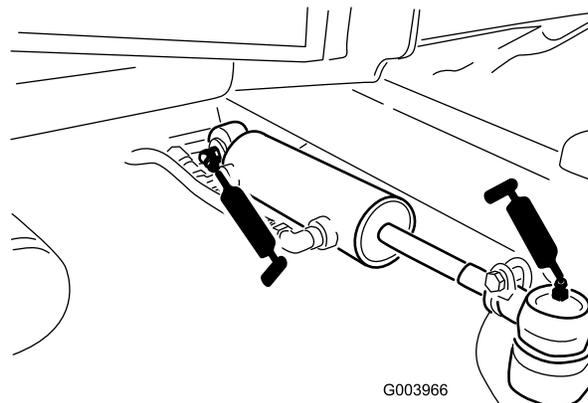

Figura 58
- Rótulas do cilindro de direcção (2) (Figura 58)